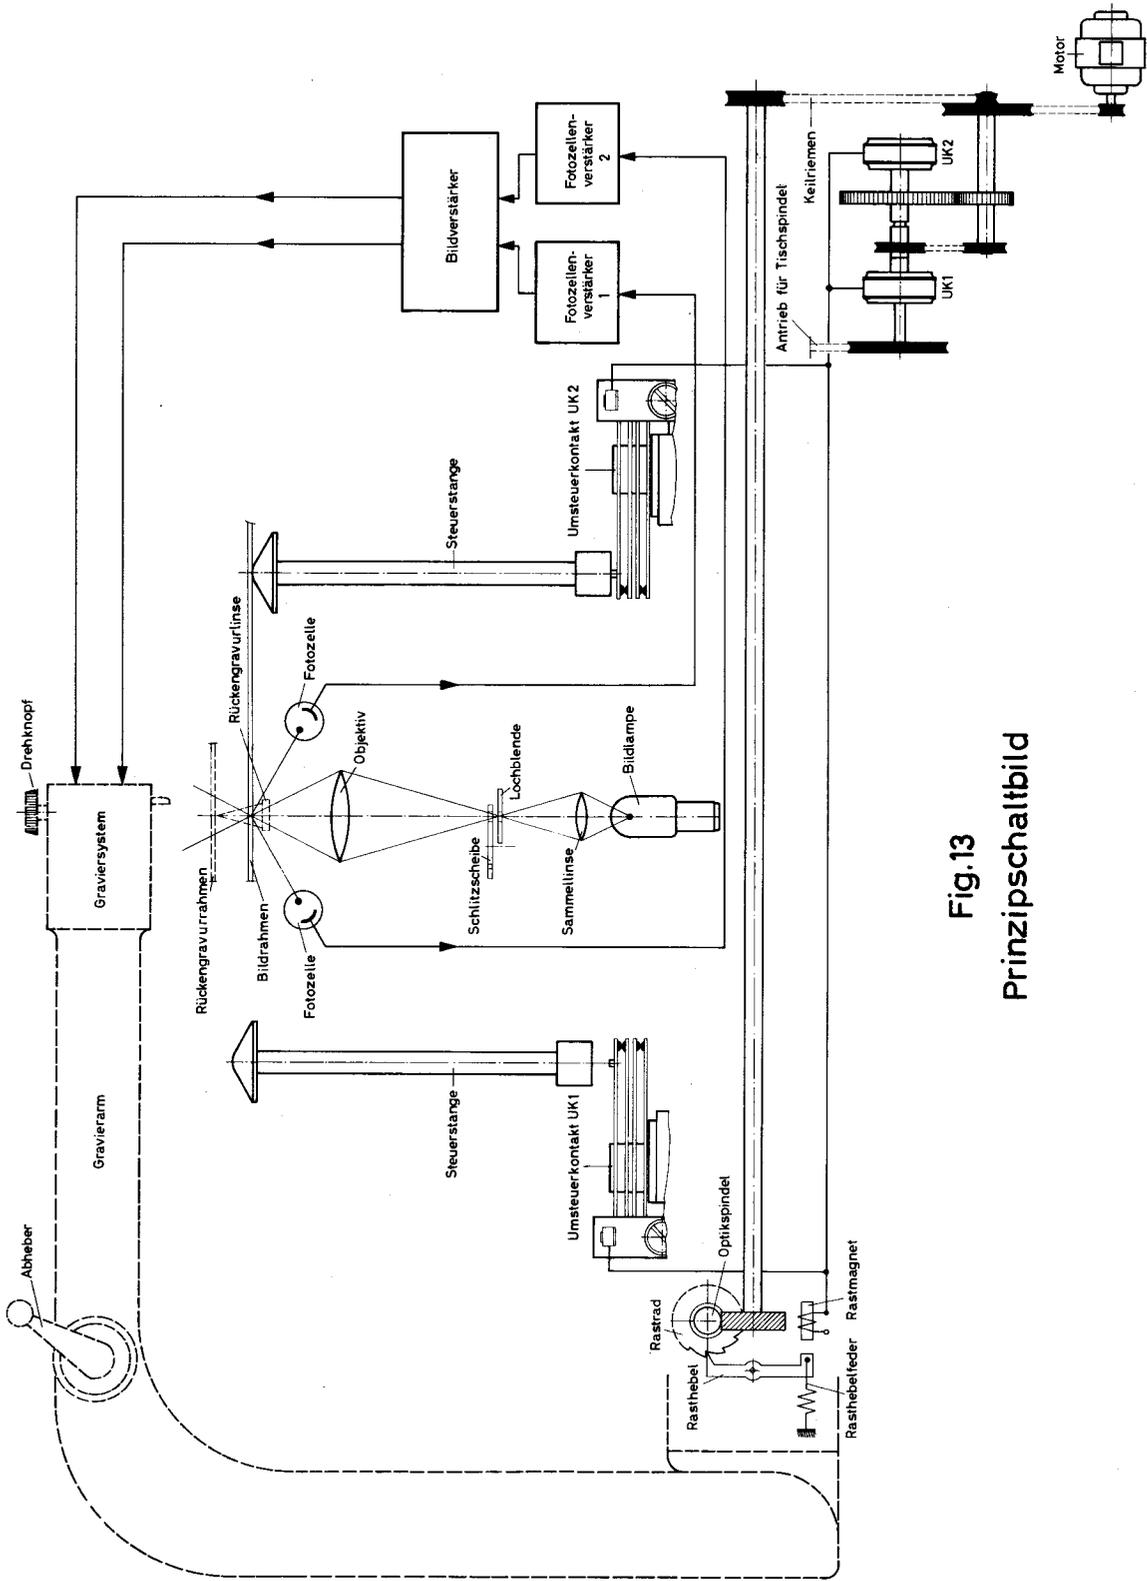

Fig.13
4.2. Elektrische Funktion (Fig. 13)